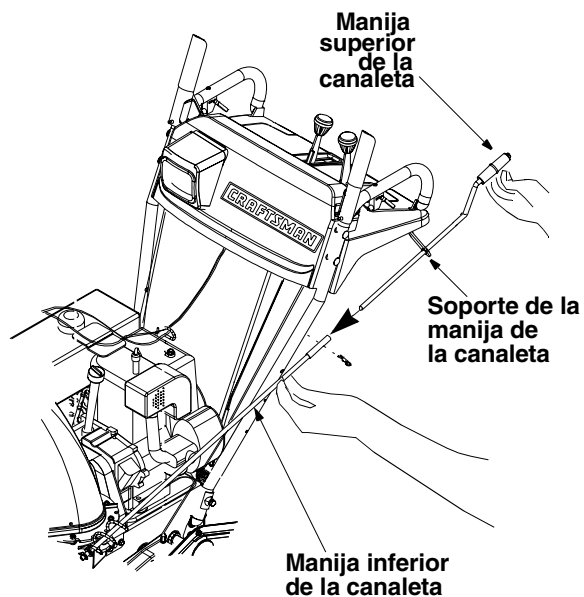

Figura 8
- Deslice la manija superior de la canaleta dentro de la manija inferior de la canaleta según se muestra en la Figura 8. Alinee los orificios en las dos partes de la manija de la canaleta, y asegure con el broche del cabello del grupo F del conjunto de la ferretería.